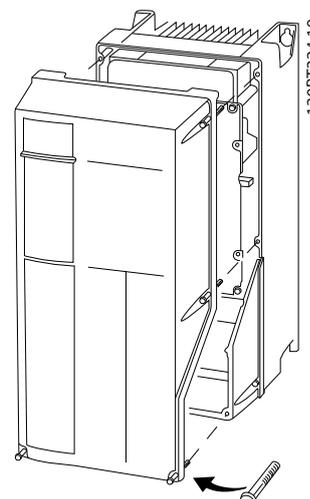

Ilustración 2.15 Acceso al cableado de control de las protecciones A4, A5, B1, B2, C1 y C2
- También puede retirar la cubierta frontal aflojando los tornillos de fijación. Consulte la *Ilustración 2.15*.